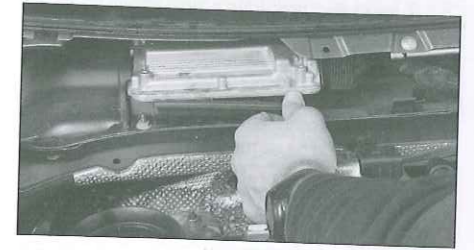

Fig. 26
- Empujar el soporte de sujeción hacia abajo y sacar el calculador motor (Fig.26).